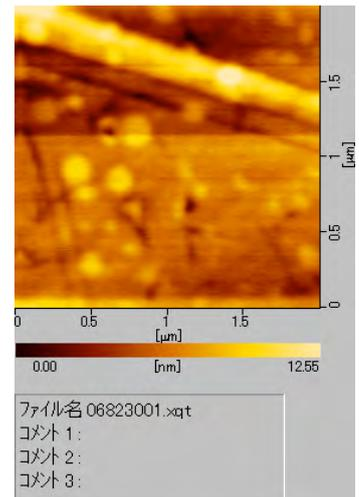

図 21
- スキャン終了後、図 21 のような図が表示される。**移動** をクリックし、凹凸の少ないインデントする場所を選択する。この時実際の測定位置が選択位置より若干左上にずれることを留意する。